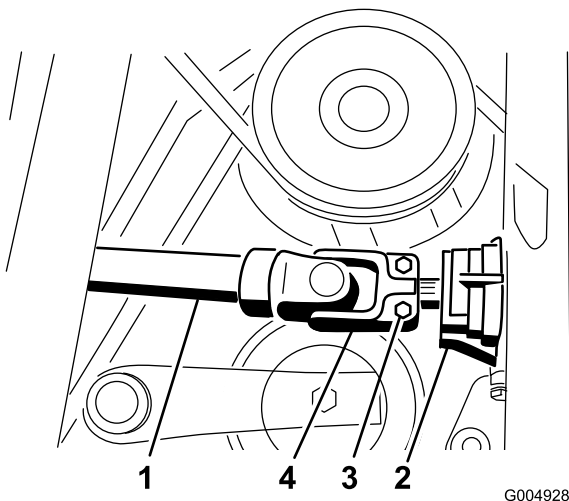

Figura 90
34. Deslice el árbol de transmisión sobre el eje de la caja de engranajes (Figura 90). Instale el pasador cilíndrico y apriete los pernos a 20–25 N·m (175–225 pulgadas-libra).